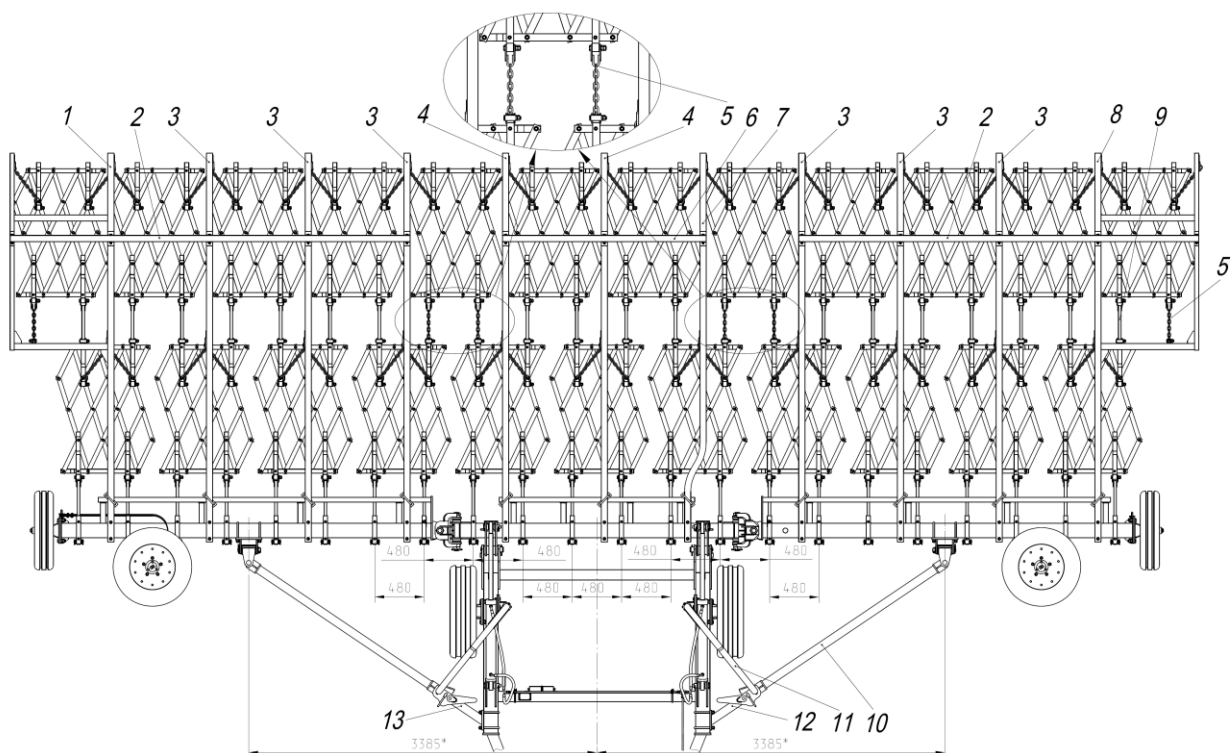

Рис.19 Установка механизма растяжек, штанг и поводков
6.15 Проверить расположение всех балок строго в одну линию и приступить к сборке механизма растяжек (см. рис.19):
- установить на центральной балке, а затем и боковых, кронштейны 17 (схема на рис.19);
- подсоединить к кронштейну 22 поводок 23 или цепной поводок 5 (рис.19), а к поводкам - второй ряд зубовых борон;
-установить на центральную балку штанги 4 и 5 (рис.19) соединить их поперечиной 6;
-установить на боковые балки - штанги 1, 3 и 3, 8 (рис.19) соответственно и соединить их поперечинами 2 (рис.19);
7.3.1 Растяжки 10 (рис.19) должны быть отрегулированы при досборке (п.6.14) таким образом, чтобы: